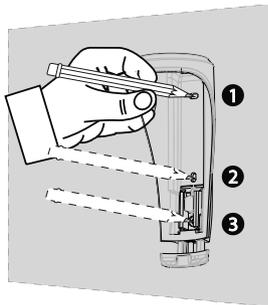

Figure 4 :
1. Utilisez les trous situés le plus en haut et au milieu du support pour marquer deux trous sur la surface de montage. Voir les trous Numéros 1 et 2 de la Figure 4.
2. Facultatif : pour utiliser l'autoprotection, utilisez le trou situé le plus en bas du segment détachable du support pour marquer un troisième trou sur la surface de montage. Voir trou Numéro 3 de la Figure 4.